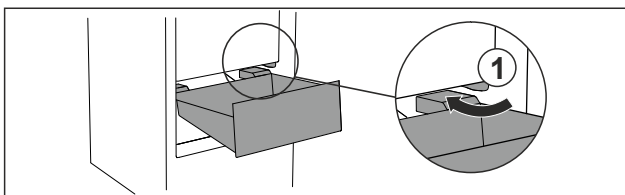

Fig. 94
- Guider le tiroir en biais en contournant les butées Fig. 94 (1).